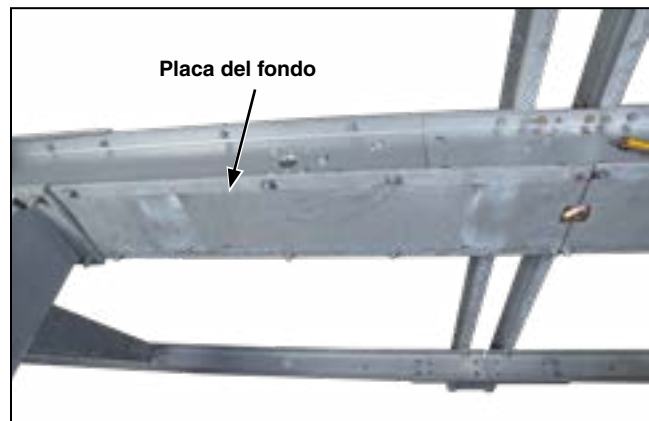

Figura 7. Remueva las placas inferiores de la base de alta velocidad.
PASO 1. Aflojar los tornillos de $\frac{1}{2}$ -13 \times 1 $\frac{1}{4}$ de pulgada de acero galvanizado, las arandelas y las tuercas utilizados para fijar las placas inferiores y los ángulos de izamiento a la parte inferior de la base. Retirar las placas y colocarlas a un lado junto con los respectivos herrajes, sobre una superficie limpia. Desechar los ángulos de izamientos. Ver Figura 7.